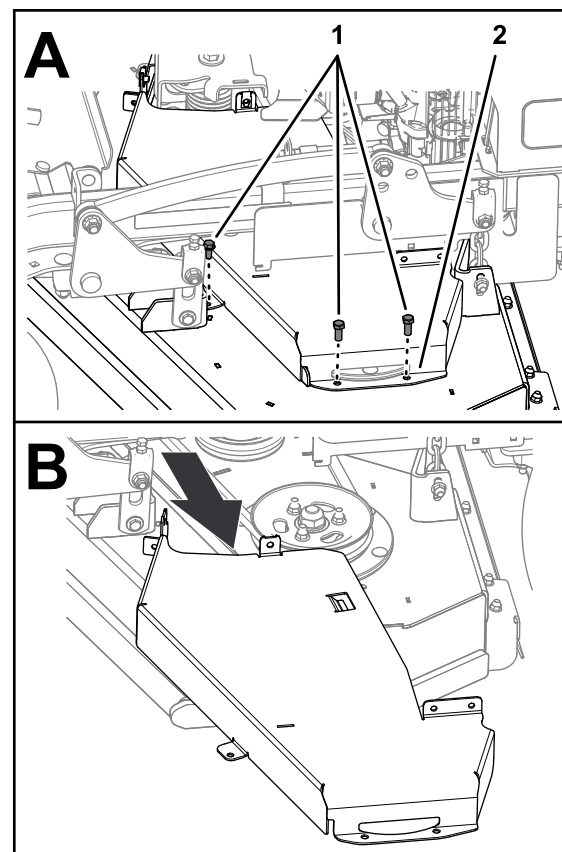

Bild 37
4. Entfernen Sie die drei Schrauben, mit denen die linke Riemenabdeckung am Mähwerk befestigt ist, und nehmen Sie diese ab (Bild 37).